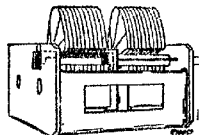

Fig.3
- 15° nak op de afstemcondensator aanbrengen en de condensator tegen de nal draaien (zie fig.3).